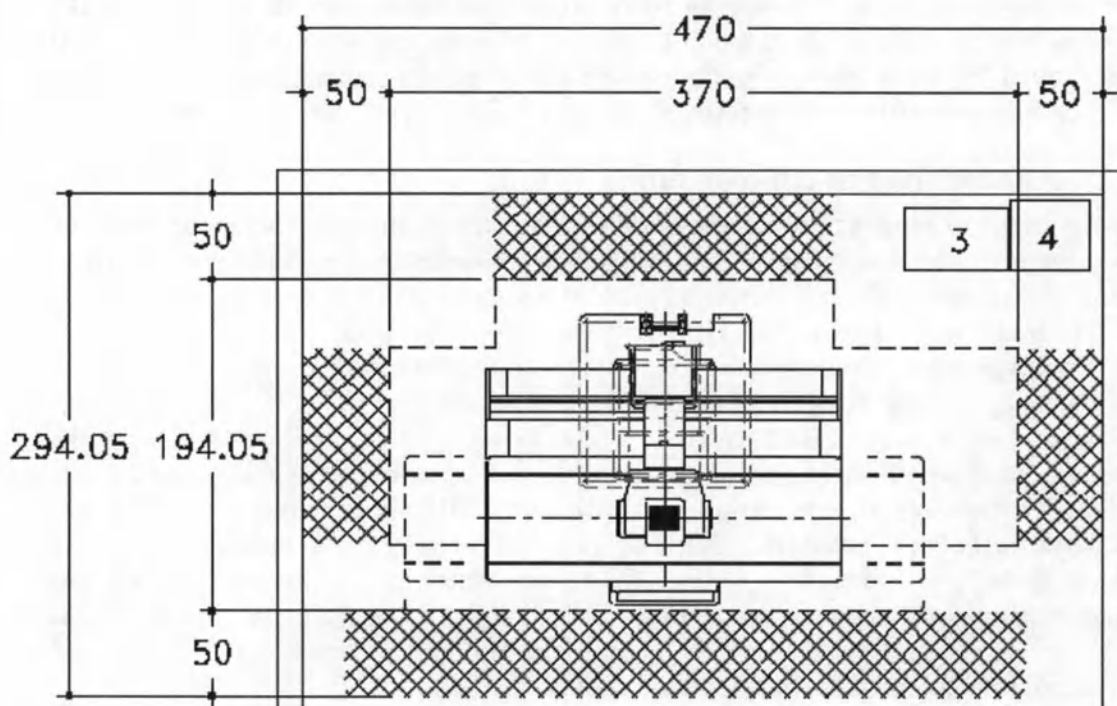

Рисунок 5.1 – Зона необходимого свободного пространства вокруг стола
**ВНИМАНИЕ!** Для предотвращения столкновений ТСШ с какими-либо объектами и предметами (стол, стул и т.д.) в помещении для исследований рекомендуется обеспечивать вокруг стола свободное пространство в соответствии с рисунком (см. Рисунок 5.1).